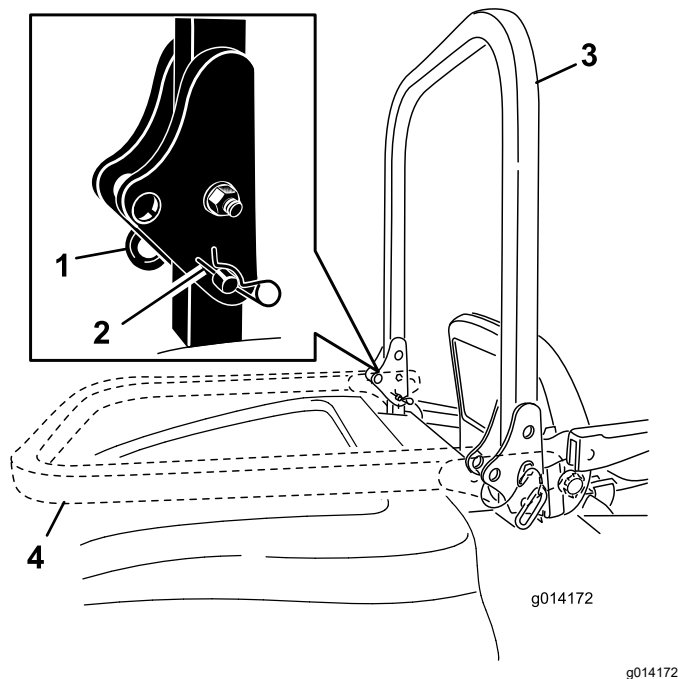

Рисунок 20
2. Извлеките 2 шплинта и снимите 2 пальца (Рисунок 20).
3. Поднимите защитную дугу в вертикальное положение (Рисунок 20).
4. Закрепите защитную дугу с помощью 2 пальцев и 2 шплинтов (Рисунок 20).
1. Извлеките шплинты, нажмите на защитную дугу вперед, преодолевая усилие пружин, и извлеките 2 пальца (Рисунок 20).
2. Опустите защитную дугу в нижнее положение (Рисунок 20).
3. Вставьте 2 пальца в поворотные пластины и закрепите пальцы 2 шплинтами (Рисунок 20).